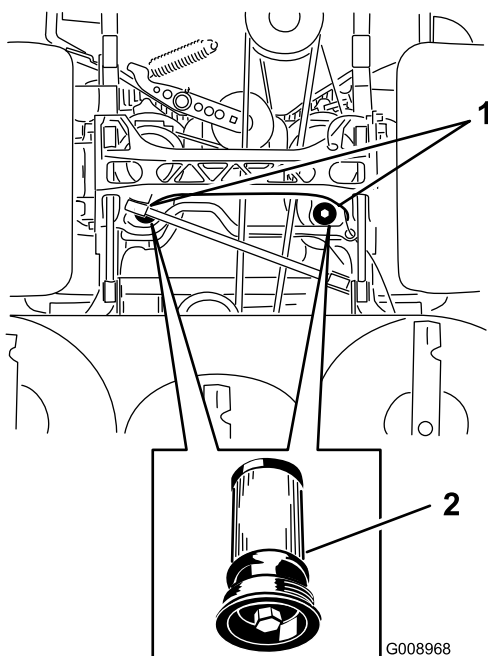

Figura 105
5. Coloque un recipiente debajo del filtro, retire el filtro usado y limpie la superficie (Figura 105).
6. Aplique una capa fina de fluido hidráulico a la junta de goma del filtro nuevo (Figura 105).